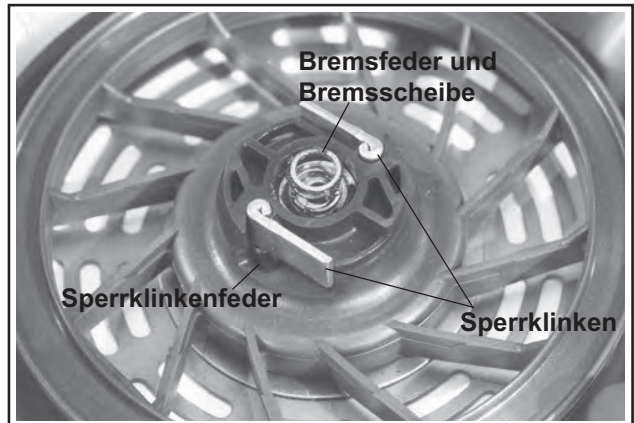

Abbildung 7-5. Scheibe und Bremsfeder, Sperrklinken und Sperrklinkenfedern.
3. Die Bremsfeder und die Bremsscheibe entfernen. Siehe Abbildung 7-5.